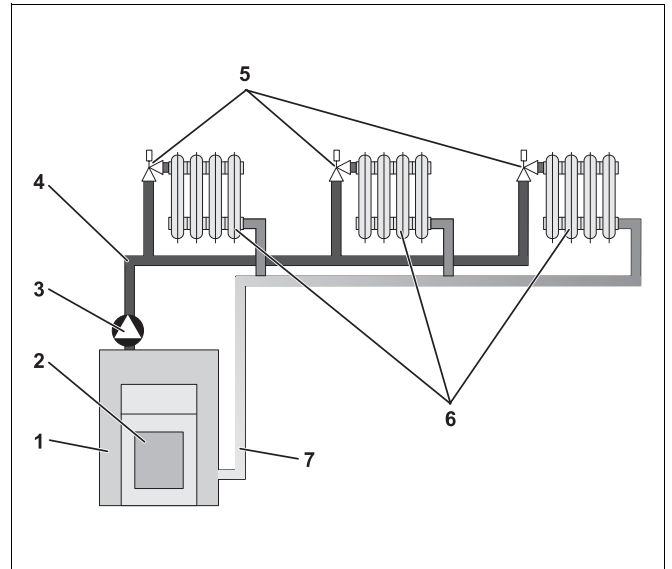

Abb. 1 Schema Pumpenheizung
In Abbildung 1 ist der Heizkreislauf einer Pumpenheizung dargestellt: Der Brenner (2) erwärmt das Wasser im Heizkessel (1). Dieses Heizungswasser wird von der Pumpe (3) durch die Vorlaufleitung (4) zu den Heizkörpern (6) gepumpt. Das Heizungswasser durchströmt die Heizkörper und gibt dabei einen Teil seiner Wärme ab. Über die Rücklaufleitung (7) fließt das Heizungswasser zurück in den Heizkessel; der Heizkreislauf beginnt von neuem.
Ein Heizkreis beschreibt den Kreislauf, den das Heizungswasser vom Heizkessel über die Heizkörper und zurück nimmt (Abb. 1 auf Seite 7). Ein einfacher Heizkreis besteht aus dem Wärmeerzeuger, der Vorlaufleitung, dem Heizkörper und der Rücklaufleitung. Die Umwälzung des Heizungswassers übernimmt eine Pumpe, die in die Vorlaufleitung eingebaut wird.